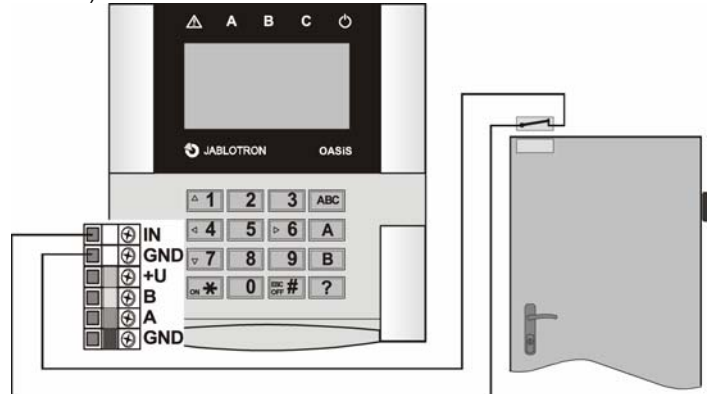

Bild 2 Beispielverdrahtung eines Magnetkontaktes an einer Tür
- Installieren Sie externe Öffnerkontakte** (falls benötigt) und schließen Sie das Kabel an die Anschlüsse IN und GND an (siehe Bild 2).